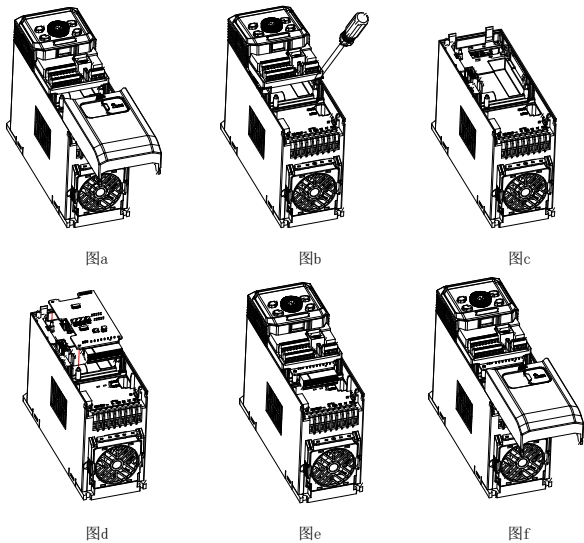

图 4 位置 1 PG 卡安装步骤图
- （1）变频器非上电状态下，按下盖板中上部颗粒状处，用力向下滑动，取下变频器下盖板，如图 4-a 所示。
- （2）用小一字螺丝刀向外撬开变频器控制盒下部与变频器连接的两个卡勾，向上取下控制盒，如图 4-b 与图 4-c 所示。
- （3）安装 PG 卡：先将 PG 卡的端子面朝下，接着将 PG 卡上的三个圆孔对准定位柱后下压，让四个卡勾卡住 PG 卡，如图 4-d 所示。
- （4）完成组装，先把控制盒按图示方向扣入卡勾，再往下按压控制盒，使得其下端卡入卡勾，最后安装下盖板，用力滑入并卡住，如图 4-e 与 f 所示。